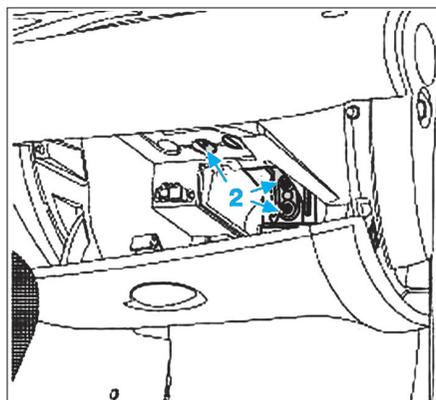

Fig. 7
- Déposer les écrous (2) puis le tirant entre le tablier et la traverse de planche de bord (selon équipement) (Fig.7).